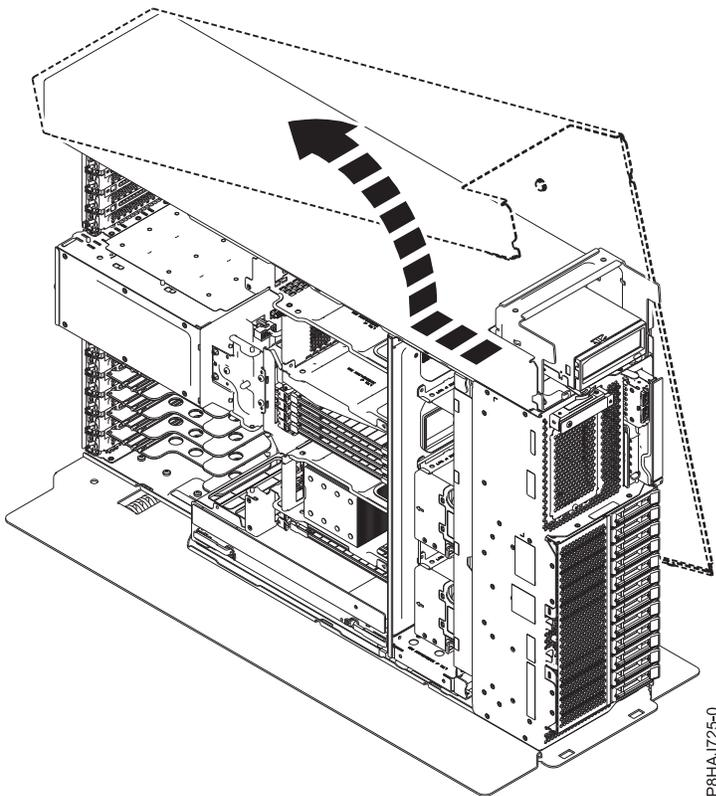

Figura 135. Extracción de la cubierta lateral del sistema 8286-41A
5. Deslice la cubierta lateral sacándola del sistema en la dirección que se muestra en la Figura 135.